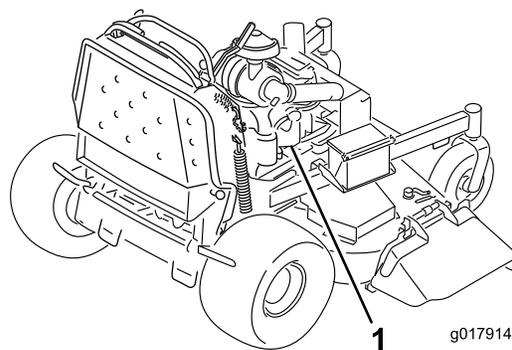

Figura 54
6. **Haga la conexión final al bloque motor del vehículo que no arranca (NO al borne negativo de la batería) en un punto alejado de la batería, y apártese (Figura 54).**